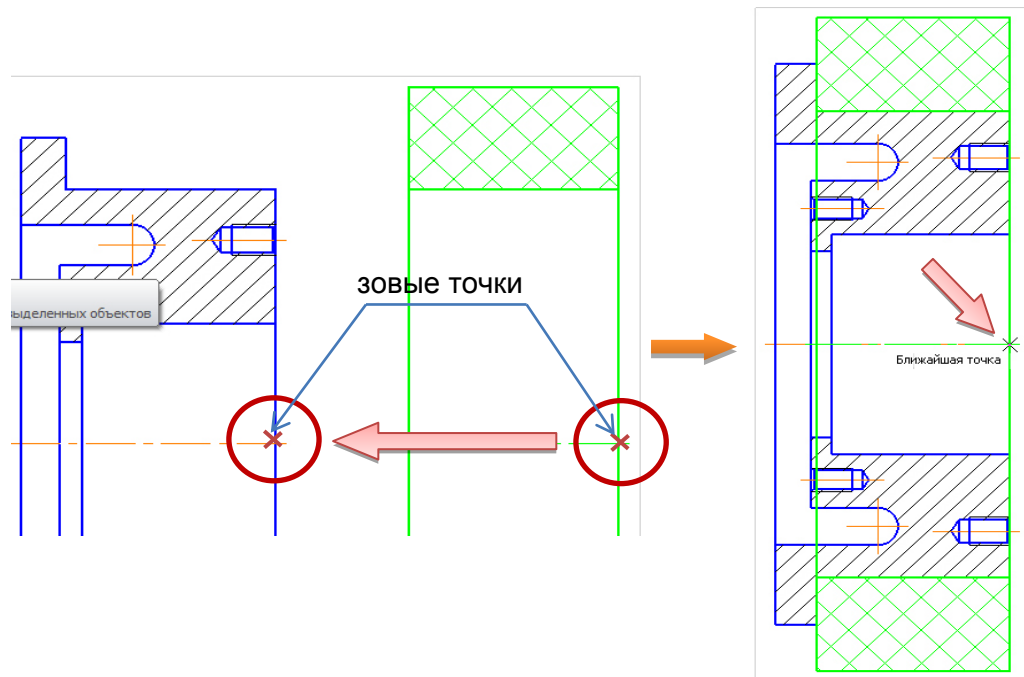

Рис. 2.20. Создание сборочного чертежа «Колесо»
- Переместите изображение детали «Бандаж», совместив базовую точку детали «Бандаж» с базовой точкой детали «Корпус» (рис. 2.20).